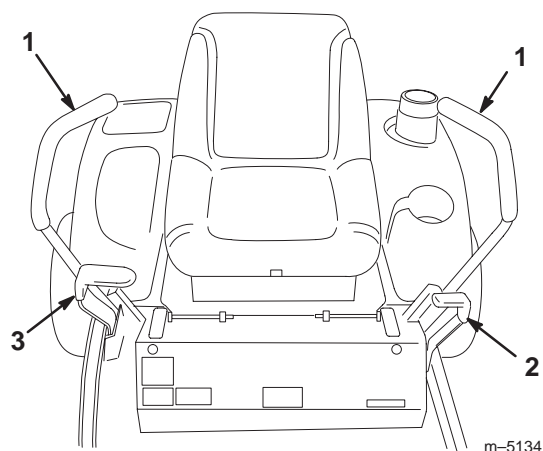

Figure 3
1. Mettez les leviers de commande de déplacement (Fig. 3) en position de verrouillage du point mort.